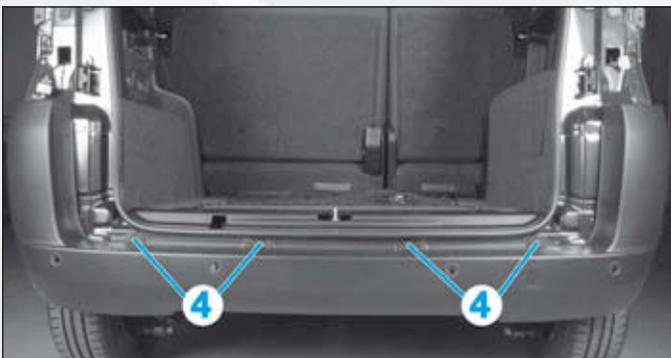

FIG.90
- les vis supérieure centrales (4) (Fig.90),